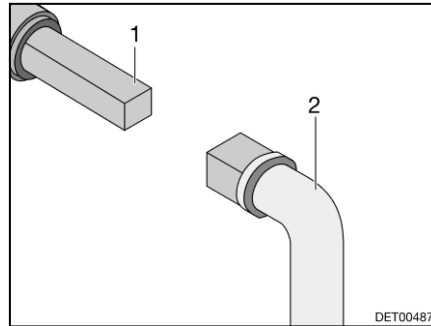

Fig. 92 Manejo del grifo para la eliminación de aguas residuales
- Insertar la llave (Fig. 92,2) en el cuadrado (Fig. 92,1).